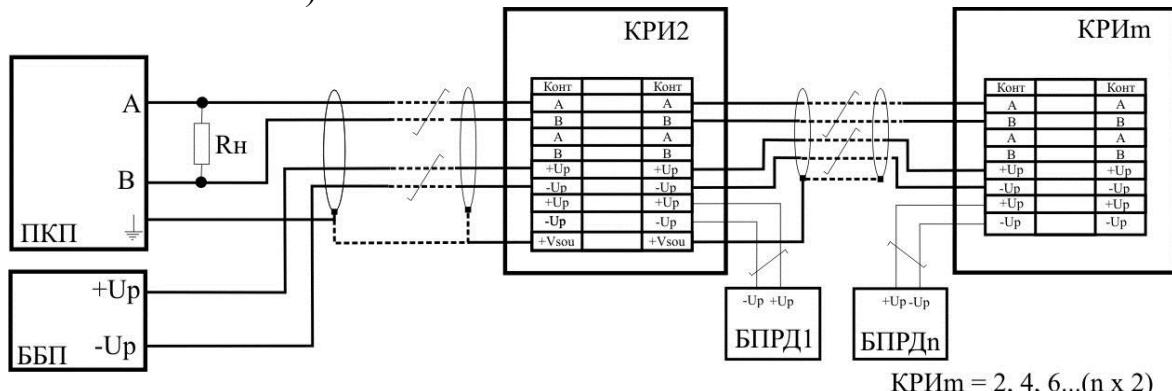
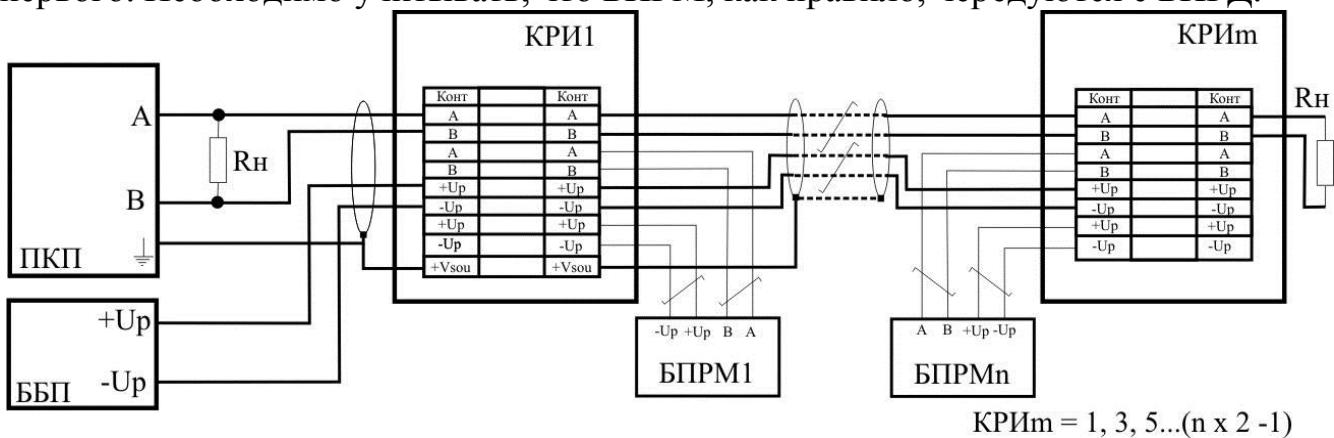

Рис. 10.3
Рис.10.4
10.6.2 Кабель БПРД подключить к зажимам КРИ (КССТ-1, КССТ-2, КС-1, КС-2 или др.) в соответствии с маркировкой, рис.10.3 и табл. 10.3. (табл. 10.4 для модификации «С»). На КРИ последнего БПРД можно не подключать линию связи RS-485 (контакты «A» и «B»).
10.6.3 **Кабель БПРМ** подключить* к зажимам КРИ * в соответствии с маркировкой на КРИ (КССТ-1, КС-1, КСТ-2, КС-2), рис. 10.4 и в табл. 10.5 (в табл. 10.6 для модификации «С»). На рис. 10.3 показаны только подключения БПРМ, начиная с первого. Необходимо учитывать, что БПРМ, как правило, чередуются с БПРД.